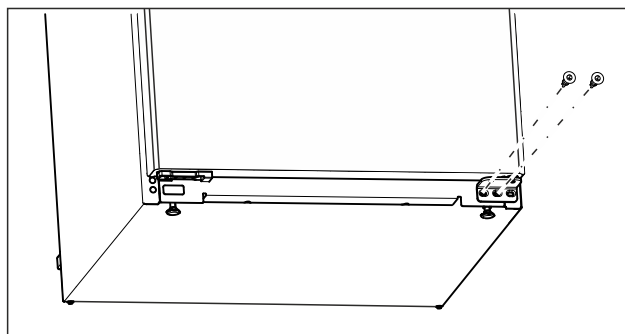

Fig. 14
- Draai de middelste schroef op de onderste lagersteun los met een Torx 20-schroevendraaier. (zie Fig. 14)
- Draai de binnenste schroef van de onderste lagersteun los met een Torx 20-schroevendraaier. (zie Fig. 14)